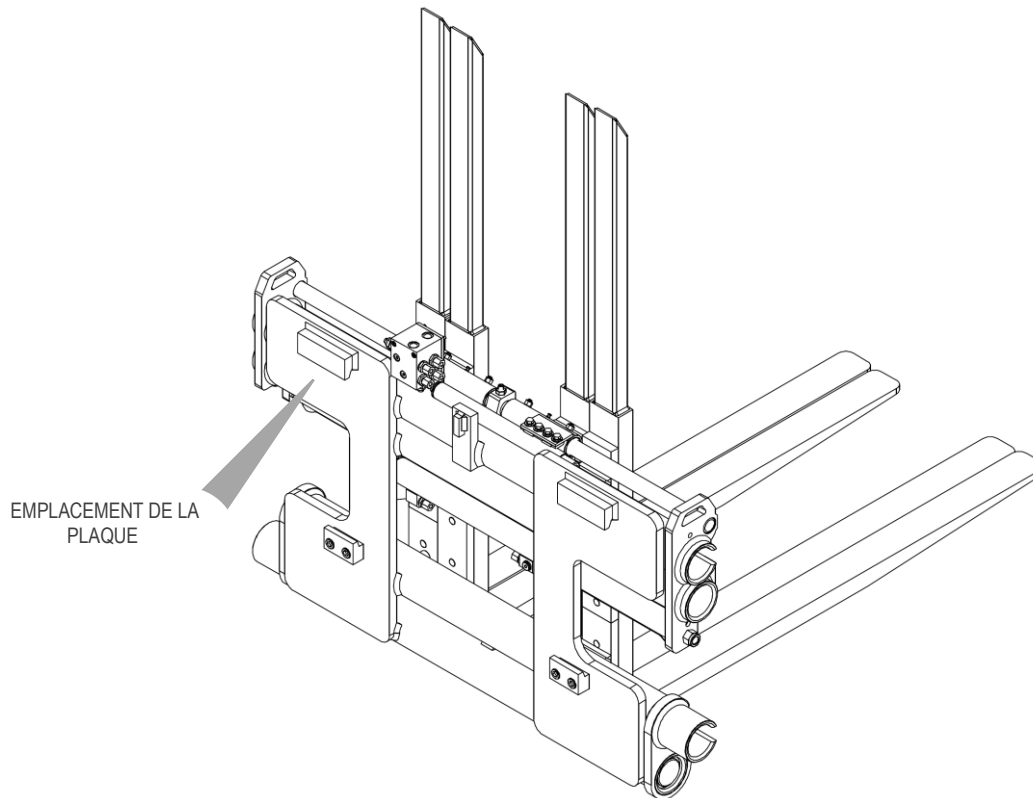

Figure 1
Tous les équipements A.T.I.B. – DOUBLE POSITIONNEUR FOURCHES TYPE 917 TRIPLE POSITIONNEUR FOURCHES TYPE 918 sont identifiés par une plaque signalétique adhésive (voir *Tableau 1*) appliquée sur l'équipement (voir *Figure 1* ; pour tous les types d'équipement, la position de la plaque est la même que celle illustrée en figure) ; toujours se référer au numéro de série.
8. Des courroies ou des chaînes de dimensions appropriées doivent être utilisées pour la manutention en fonction du poids de l'équipement indiqué sur la plaque signalétique (voir *Figure 1* et le *Tableau 1* en p. 7).
13. Raccorder le circuit hydraulique en s'assurant que la pression de service des tuyaux est supérieure ou égale à la pression indiquée sur la plaque d'identification (voir *Figure 1* et le *Tableau 1* page 7).